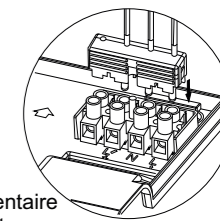

Fig. 11
3.5.5 Mettez la fiche de connexion dans la pince (fig. 11).